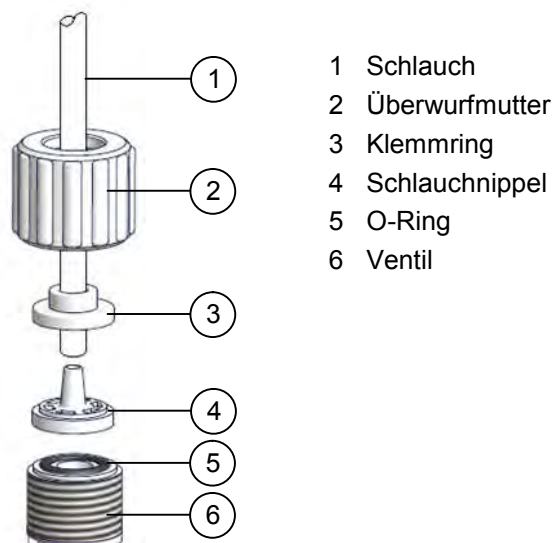

Abb. 6.1
- Schieben Sie den Schlauch [1] durch die Überwurfmutter [2] und den Klemmring [3] auf den Schlauchnippel [4], wie in der Abb. 6.1 gezeigt. Achten Sie darauf, dass der Schlauch [1] bis zum Anschlag auf den Schlauchnippel [4] geschoben ist.